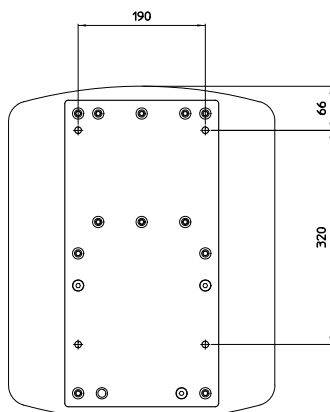

Abb. 2: Rückseitige Stahlplatte zur Befestigung an der Wand
- ✓ Bestimmen und identifizieren der Stelle für die 4 Loecher auf der Wand, laut Schema bei *Abb. 2*;